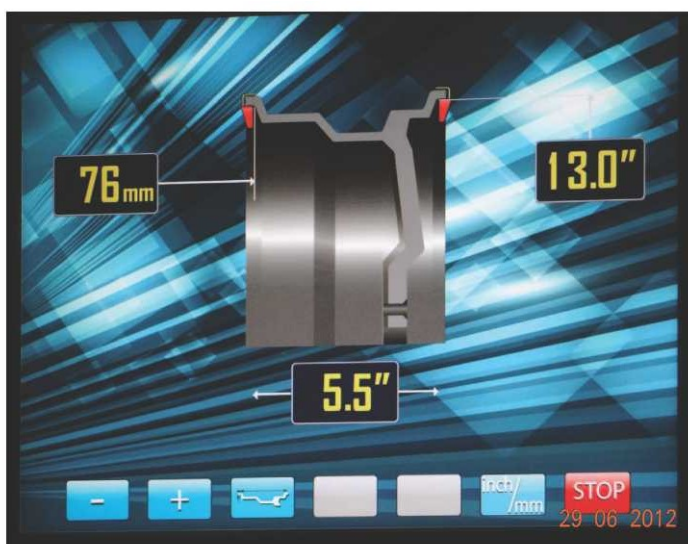

рис.10.2.
При включении питания СБ автоматически устанавливаются исходные параметры « d » и « b », записанные в памяти СБ, которые можно проконтролировать нажимая кнопку A, d, b кнопка 3 на рис.10.2.
10.2. Данная модель СБ снабжена устройством, позволяющим автоматически вводить диаметр « d » колеса и дистанцию « A ». Для этого необходимо, взяв за рукоятку, вытянуть из корпуса СБ штангу ввода параметров, подвести палец на конце рукоятки к месту установки корректирующих грузов на внутренней стороне диска (см. рис. 10.1) и удерживать штангу в этом положении до появления звукового сигнала, после чего возвратить штангу в исходное положение. При этом экран основного рабочего режима сменится на экран ввода геометрических параметров колеса рис.10.2.
В этом режиме функционируют кнопки «-» и «+» для ввода ширины диска, а также для коррекции диаметра диска и дистанции от корпуса СБ до колеса, если требуется их ручная коррекция. Переключение кнопок «-» и «+» для коррекции диаметра и дистанции осуществляется кнопкой A,d,b (кнопка 3 рис.10.2), при этом корректируемая величина выделяется красным цветом, кроме того кнопка A,d,b позволяет перейти к экрану ввода геометрических параметров из экрана основного рабочего режима.
11.2.1. Введите геометрические параметры колеса как описано в п. 10.2 или 10.4. На экране ввода геометрических параметров отображается стандартная балансировка грузами на пружинках рис.10.2 или 10.4..